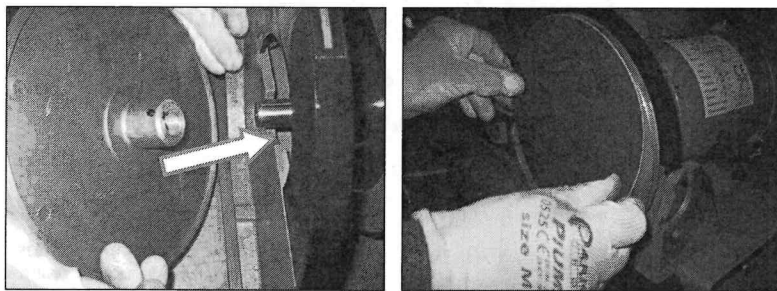

Figura 12 – Montaggio disco
1. Prendere il platello di alluminio e collegarlo alla puleggia del motore avvitando il pomolo centrale (vedi Figura 12)